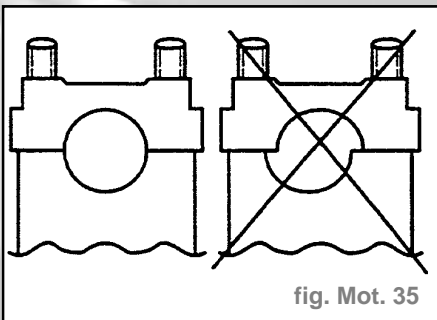

fig. Mot. 35
- Poser les chapeaux de paliers en tenant compte de la position excentrée de leur alésage (fig. Mot. 35).